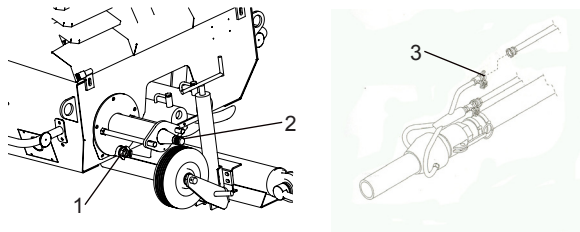

Fig. 17
Si desea utilizar la bomba de acelerador de fraguado, conecte un extremo del tubo de entrada del material al empalme rápido (fig. 17, ref. 1) y el otro extremo del tubo al depósito del acelerador de fraguado.
Controle que el punto de aspiración del depósito del acelerador se encuentre, por lo menos, 50 cm por encima del empalme (fig. 17, ref. 1).
El tubo de salida del acelerador de fraguado tiene que conectarse al empalme rápido (fig. 17, ref. 2) de la máquina y al empalme (fig. 17, ref. 3) de la pistola.